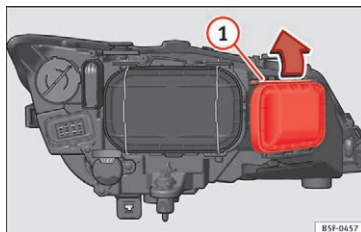

Fig. 105 Blinklyspære
- Forskyd holderen » Fig. 105 ① i pilens retning, og tag afdækningen af.